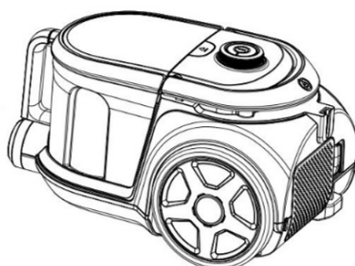

Fig. 4
4. **Fig.4:** Cum se verifică înfășurarea cablului de alimentare.